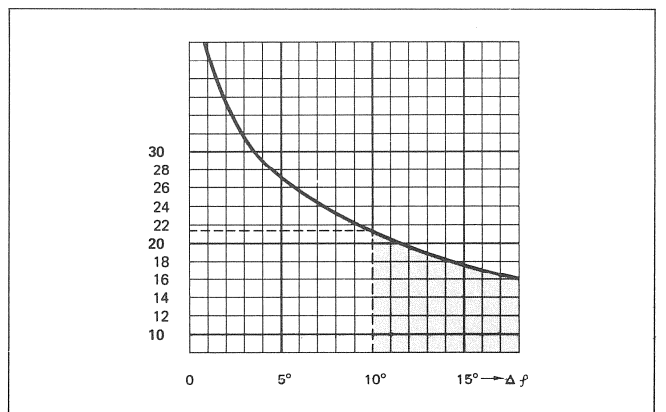

Fig.5.11
8. Fuer die Ermittlung der Phasenwinkel-Differenz gemaess Fig.5.11 ist die Pegeldifferenz Ps-Pd zu bilden. Die vorhandene Phasenwindeldifferenz kann aus dieser Kurve herausgelesen werden.